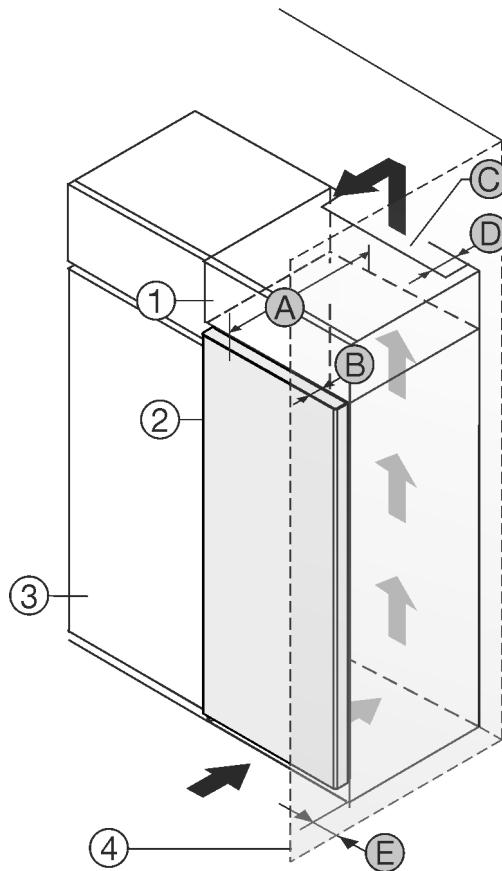

Fig. 1
Uređaj se može postaviti direktno uz kuhinjski element Fig. 1 (3).
Na stražnjoj strani visećeg ormara treba postojati otvor za odzračivanje dubine Fig. 1 (D) po cijeloj širini visećeg ormara. Ispod stropa prostorije treba poštovati ventilacijski presjek Fig. 1 (C).
Kada se uređaj postavlja s okovima pored zida Fig. 1 (4), razmak između uređaja i zida mora iznositi najmanje 13 mm.
Kada se uređaj postavlja s okovima pored zida Fig. 1 (4), razmak između uređaja i zida mora iznositi najmanje 20 mm.
Kako biste vrata mogli potpuno otvoriti, uređaj mora biti za dubinu vrata Fig. 1 (B) ispred u odnosu na prednjicu kuhinjskog elementa. Ovisno o dubini kuhinjskih elemenata Fig. 1 (3) i uporabi zidnih odstojnika, uređaj može i dalje stršati.